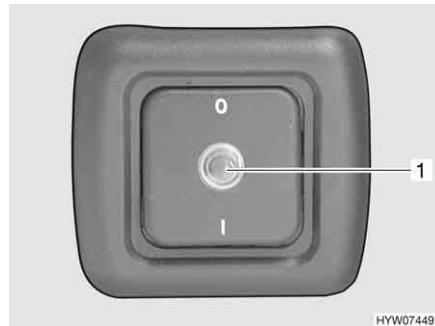

Fig. 106 Interruttore di comando per scaldaacqua
Con l'interruttore di comando (Fig. 106) si inserisce la modalità di funzionamento elettrico. La spia di controllo (Fig. 106,1) nell'interruttore deve accendersi.
- Inserire l'interruttore di comando (Fig. 106). La spia di controllo (Fig. 106,1) nell'interruttore si accende. L'acqua nello scaldaacqua viene riscaldata a 65 °C.
- Spegnere l'interruttore di comando (Fig. 106). La spia di controllo (Fig. 106,1) nell'interruttore si spegne.
- Spegnere l'interruttore di comando (Fig. 106). La spia di controllo (Fig. 106,1) nell'interruttore non si accende.